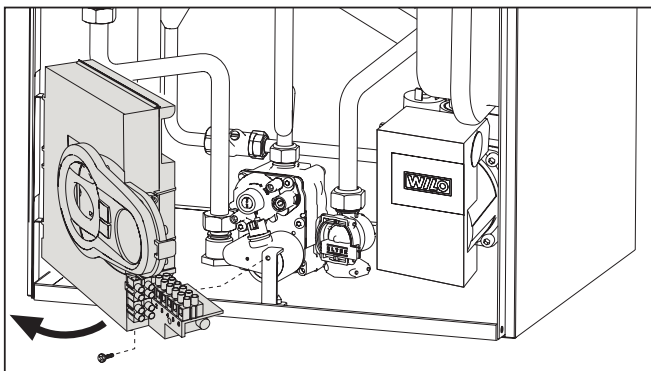

fig. 21
2. Defaceți șurubul și rotiți panoul de comandă (vezi fig. 21).